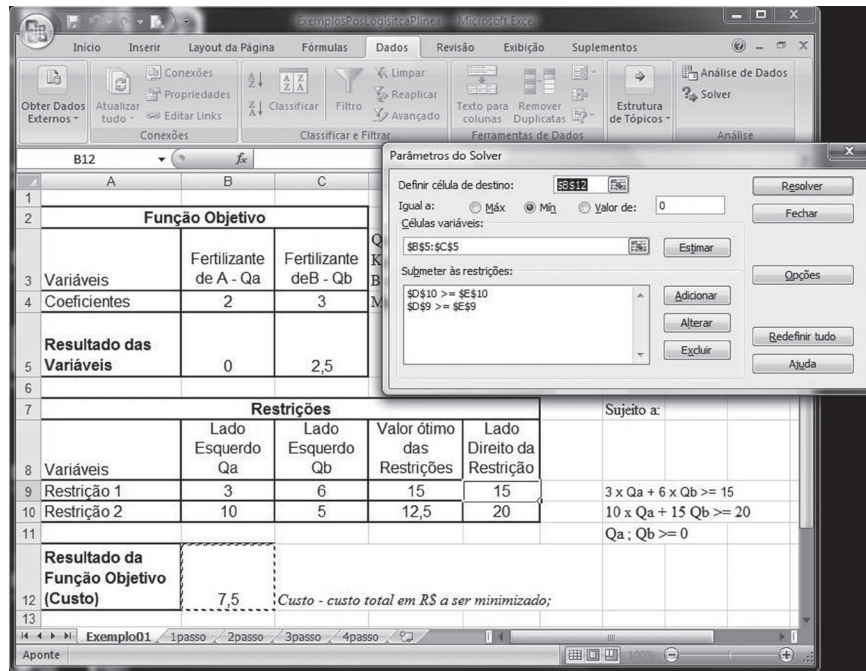
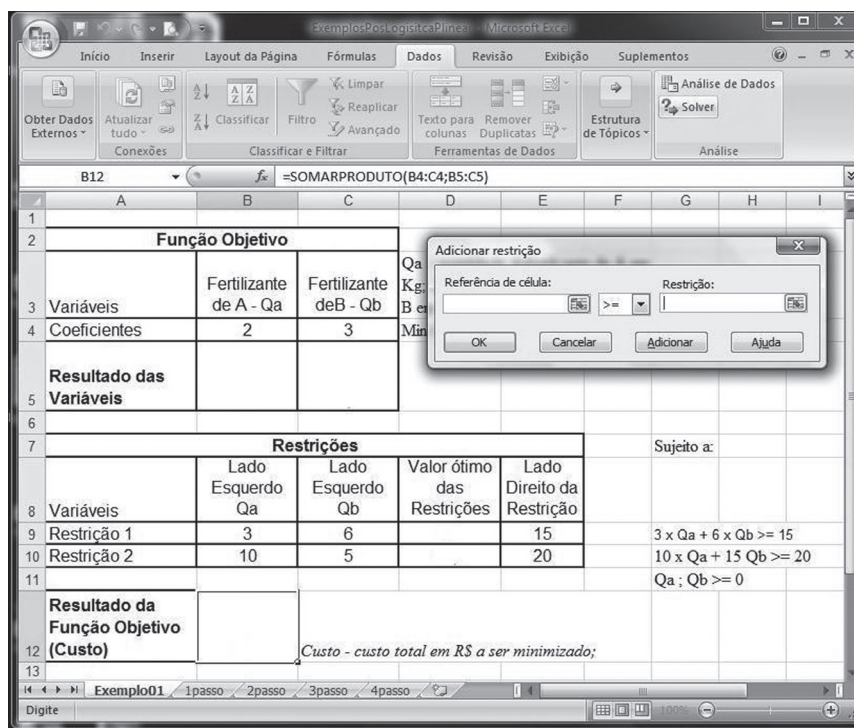

Figura 17: Quinto passo - Entrada dos parâmetros do Solver
Figura 18: Sexto passo – Entrada das restrições no Solver
Quinto passo: você deve dar entrada nos parâmetros do Solver, conforme Figura 17. Se você estiver usando o Excel do Windows XP, vai encontrar o Solver no item de menu **Ferramentas**. No caso do Excel do Windows Vista, você vai encontrar o Solver no menu **Dados**, normalmente no canto esquerdo da tela. Para não ficar colocando uma figura a cada entrada de parâmetros do Solver, decidimos colocar somente a Figura 17 e depois, com base nela, apresentamos os parâmetros que você deve ir digitando no Excel. Na tela do Solver, à sua direita, na parte superior, você verá os seguintes parâmetros:
- ▶ **Submeter às restrições:** é o local onde você vai informar as restrições do problema. Para essa situação, você verá na Figura 17 como entrar com as restrições.
Para a entrada das restrições no Solver, você deve clicar o botão **Adicionar** e então aparecerá a tela que pode ser vista na Figura 18, na qual você verá a tela de **Adicionar Restrição**. Nessa tela, você vai digitar no espaço do lado esquerdo, **Referência de célula**, o valor \$D\$9, que é o espaço que você deixou para o Solver calcular o valor ótimo das restrições. Logo à direita do espaço da **Referência de célula** temos o sinal, que no exemplo da primeira restrição é “>=”. Depois, mais à direita, temos a **Restrição** que representa o valor do lado direito da restrição. No exemplo, a primeira restrição tem o valor da célula \$E\$9. Para o exemplo que você está construindo existem duas restrições, assim você deve clicar no botão **Adicionar** e entrar com \$D\$10, >= e \$E\$10 e depois clique no botão **Ok**. Você então retornará para a tela da Figura 17.
Depois disso, você deve clicar no botão **Opções**, conforme a tela da Figura 17, e aí aparecerá a tela da Figura 19. Na tela **Opções do Solver** da Figura 19, você deve se certificar de que os campos **Presumir modelo linear** e **Presumir não negativos** estejam marcados com  $\checkmark$ . Para este curso, não é necessário que você se preocupe com os outros campos. A opção Presumir não negativo resolve a Restrição 3, que você não havia digitado no Excel até então.